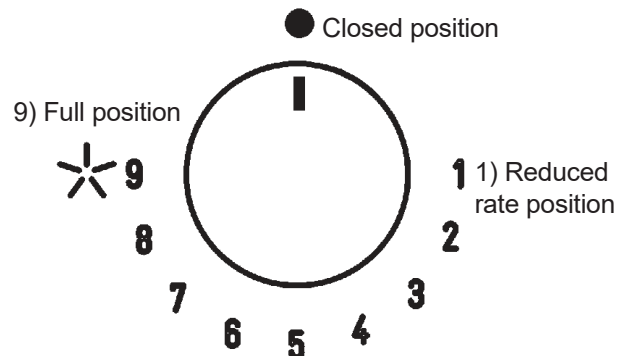

Fig. 21
Enfoncez et tournez en sens inverse horaire le bouton correspondant au brûleur à utiliser, tournez-le sur la position Maximum  (Position 9 fig. 21) puis appuyez à fond sur le bouton, le robinet est équipé d'une échelle de 9 positions, à chaque clic la flamme est réduite jusqu'à ce que vous atteigniez la position de 1, c'est-à-dire l'apport minimum de gaz.
Pour les brûleurs munis d'un thermocouple de sécurité, tournez en sens inverse horaire le bouton correspondant au brûleur à utiliser, tournez-le sur la position Maximum (Position 9 fig. 21) jusqu'à ce que vous sentiez un arrêt léger puis appuyez sur le bouton. Lorsque le brûleur est allumé, maintenez le bouton enfoncé pendant 10 secondes environ.
- **Lorsque le point d'ébullition est atteint, tournez le bouton sur Minimum (Position 1, fig. 21).**
- l'allumage des brûleurs avec un thermocouple de sécurité n'est possible que lorsque le bouton se trouve sur la position Maximum (Position 9, fig. 21).
- allumez le brûleur et tournez le bouton sur le Minimum (petite flamme fig. 21).